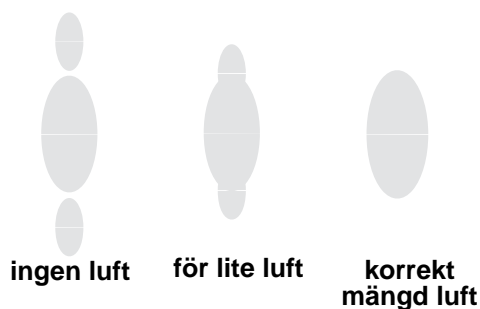

FIG. 5. Problem med sprutmönster
2. Se FIG. 5. Ställ in finfördelningslufttrycket till cirka 35 kPa (0,35 bar, 5 psi) vid aktivering. Kontrollera sprutmönstret, öka sedan lufttrycket långsamt tills svansarna är helt sönderdelade och indragna i sprutmönstret. Överskrid inte lufttrycket 0,7 MPa (7 bar, 100 psi) till pistolen.